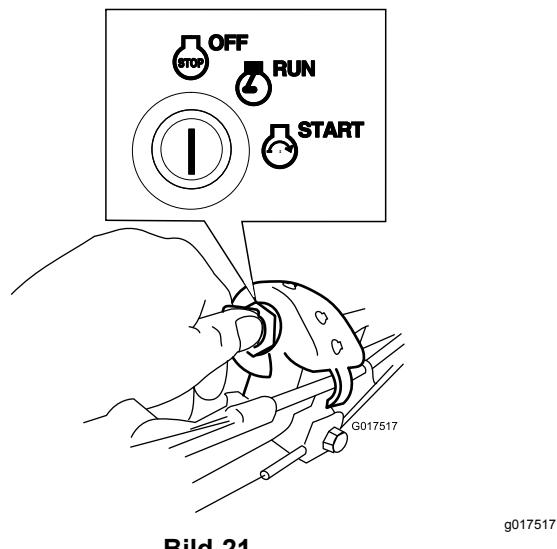

Bild 21
1. Drehen Sie den Zündschlüssel in die Aus-Stellung (Bild 21).